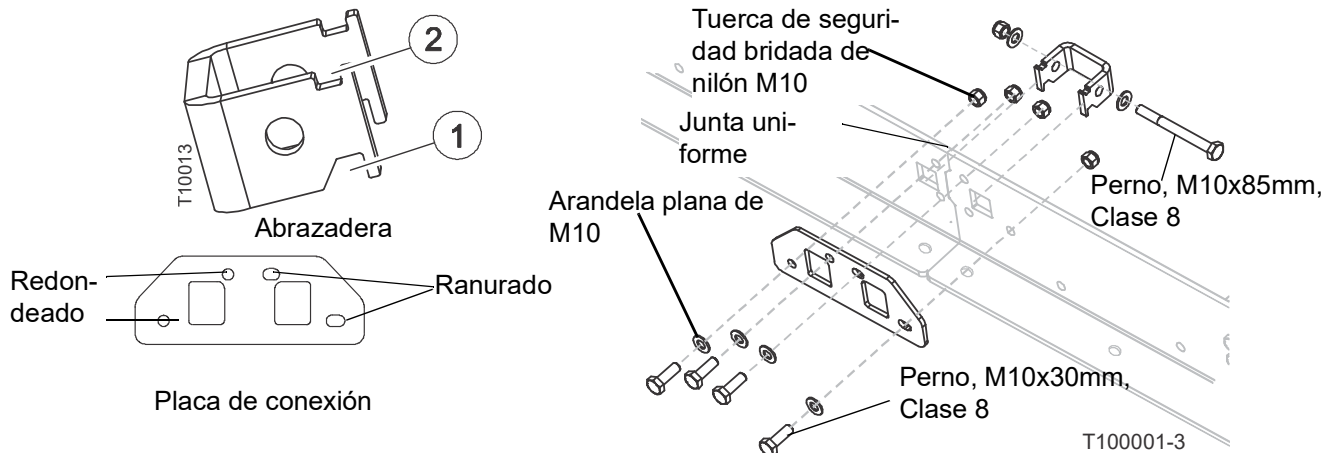

FIG. 3-6
1. Conecte las secciones de la bancada mediante una placa de conexión, una abrazadera, pernos M10 de 30 mm y los elementos de la bolsa de aditamentos de la bancada que se muestran en la Fig. 3-6..